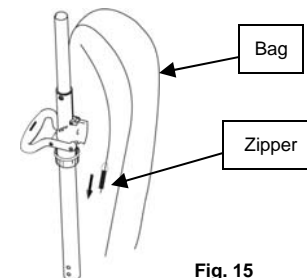

Fig. 15
4. Unzip the outer bag. (Fig. 15)